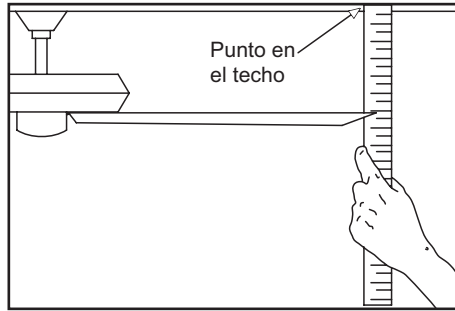

Figura 11
2. La mayoría de los problemas de oscilación del ventilador se deben a que las aspas no están a un mismo nivel. Verifica este nivel seleccionando un punto en el techo sobre la punta de una de las aspas. Mide desde un punto en el centro de cada aspa a un punto en el techo. Mide esta distancia como se muestra en la Figura 11. Rota el ventilador hasta que se posicione la siguiente aspa para su medición. Repite para cada aspa. Las mediciones deben estar dentro de 1/8". Enciende el ventilador por 10 minutos.